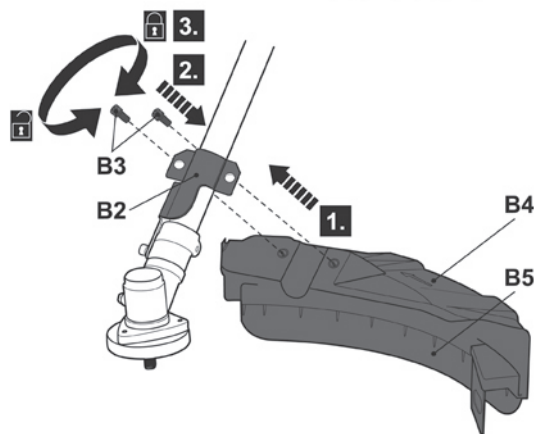

Fig. 9
- > Fije la conexión con los elementos de montaje (B3) (Fig. 9).